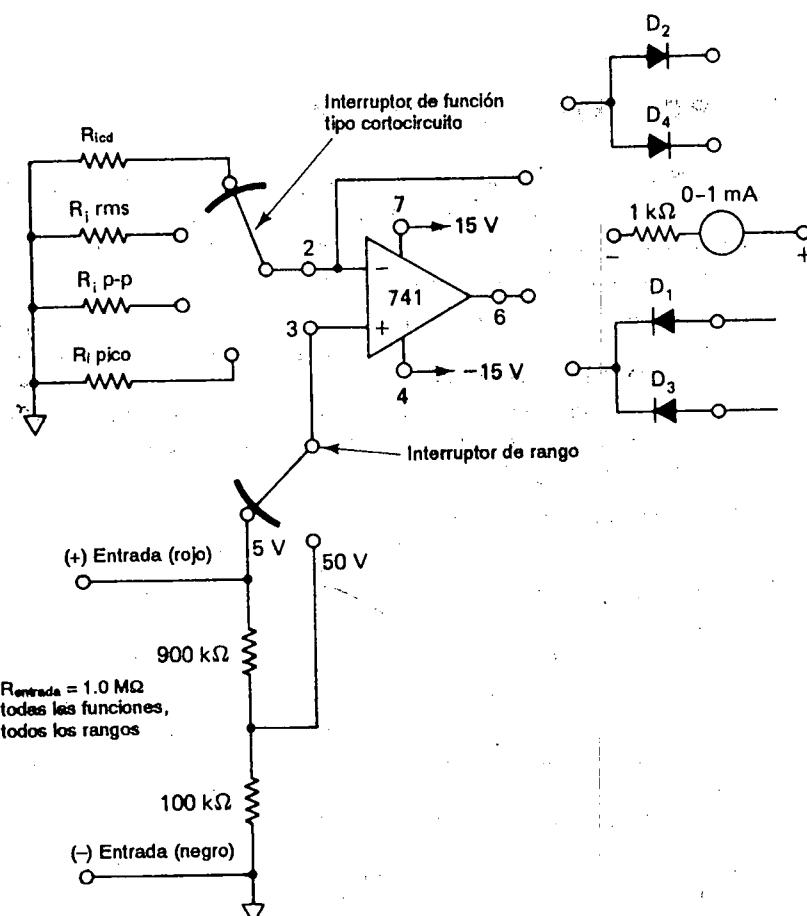

FIGURA P5-3
- 5-3. En la figura P5-3 complete el alambrado esquemático entre el amplificador operacional, los diodos y un miliamperímetro. La corriente que pasa por el medidor debe dirigirse de derecha a izquierda.
- 5-4. Calcule un valor de R_{idc} en la figura P5-3, de modo que el medidor lea la escala completa cuando $E_i = 5 \text{ V}$ y el selector de nivel se encuentra en la posición 5 V.
- 5-5. Suponga que el selector de nivel se halle en la posición 5 V en la figura P5-3. Calcule los valores de los siguientes resistores que le den una deflexión del medidor a escala completa de 5 V: (a) R_{rms} cuando $E_i = 5 \text{ V rms}$; (b) $R_{\text{p-p}}$ si $E_i = 5 \text{ V p-p}$; (c) R_{pico} para $E_i = 5 \text{ V pico}$.